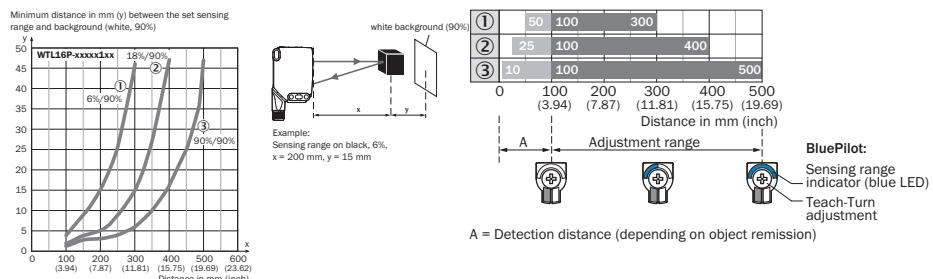
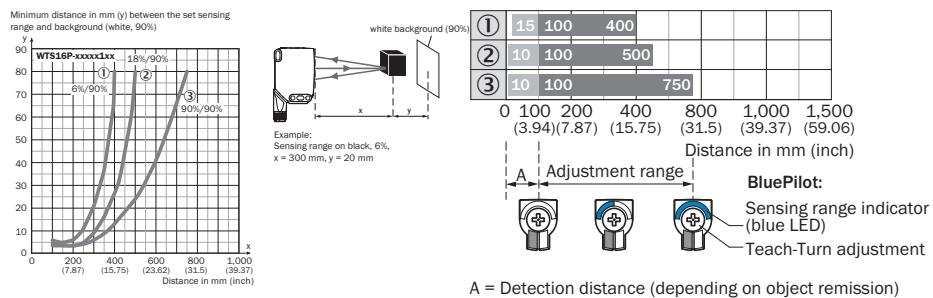

Figura 58: Linea caratteristica 1, WTL16P-
Figura 59: Linea caratteristica 1, WTS16P-
Controllare le condizioni d'impiego: predisporre la distanza di lavoro e la distanza dall'oggetto o dallo sfondo nonché il fattore di riflessione dell'oggetto in base al relativo diagramma [v. figura 58, figura 59] (x = distanza di lavoro, y = distanza minima tra distanza di lavoro impostata e sfondo (bianco, 90%). Coefficiente di riflessione: 6% = nero ①, 18% = grigio ②, 90% = bianco ③ (riferito al bianco standard secondo DIN 5033). Si consiglia di effettuare l'impostazione con un oggetto a basso coefficiente di riflessione. La distanza minima (= y) per la soppressione di sfondo può essere determinata in base al diagramma [figura 58 ①] nel modo seguente: